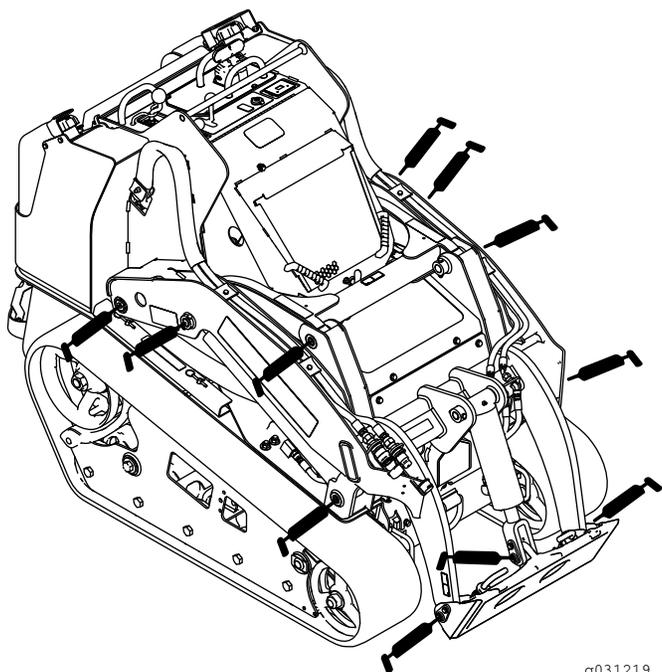
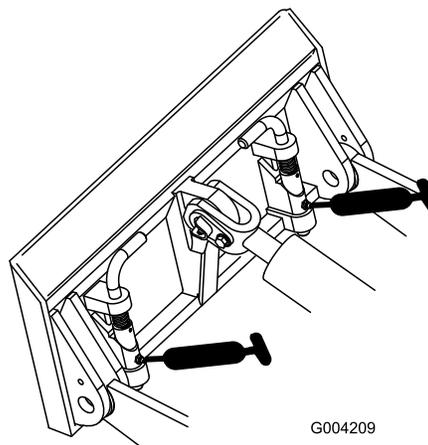
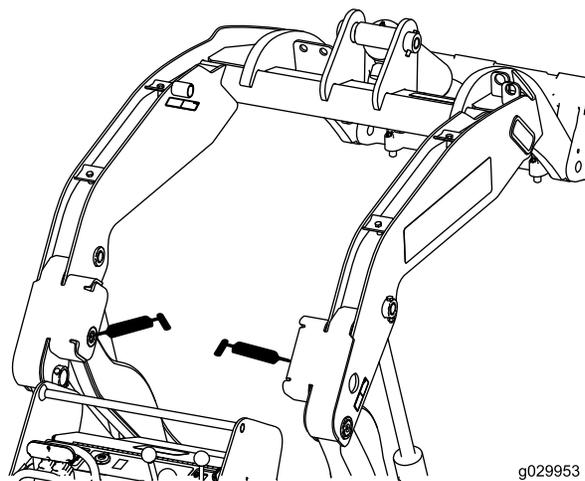

Рисунок 38
Рисунок 39
Рисунок 40
4. Присоедините к каждой масленке шприц для нагнетания консистентной смазки (Рисунок 38, Рисунок 39 и Рисунок 40).
Примечание: Поднимите стрелы погрузчика, прежде чем смазывать масленки, как показано на Рисунок 40.